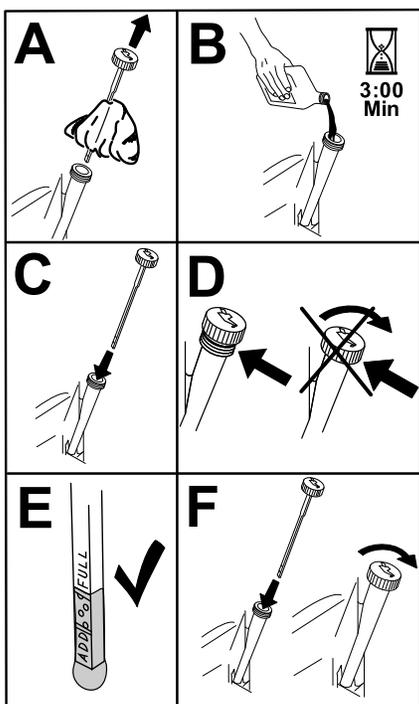

Figure 31
- Versez lentement environ 80 % de l'huile spécifiée dans le tube de remplissage, puis faites l'appoint lentement pour faire monter le niveau jusqu'au repère maximum (**Full**) (Figure 31).